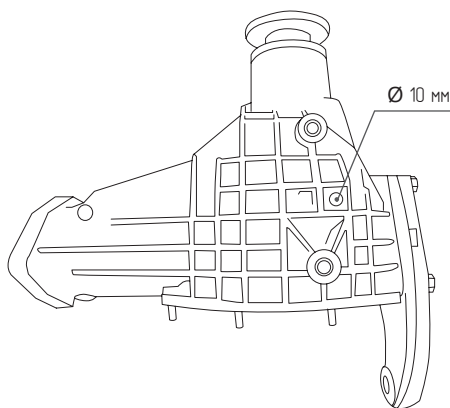

Рис. 10
1. Просверлите в редукторе переднего моста сквозное отверстие диаметром 10 мм в участке, указанном на **Рис. 10**, (см. раздел **Инструменты**).